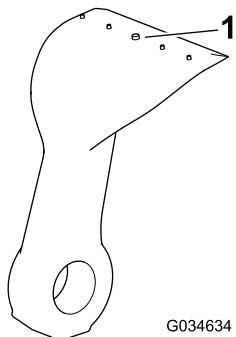

Figura 78
5. Inspeccione cada cuchilla en busca de desgaste excesivo usando la línea de desgaste (Figura 78). Si una cuchilla está desgastada hasta la línea de desgaste, cambie la cuchilla.